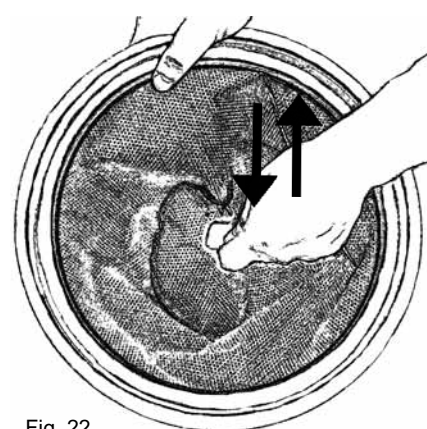

Fig. 22
2. Remplacez le filtre nettoyé/secoué dans le bac. Assurez-vous que le support pour filtre s'emboîte dans le bord intérieur du bac à poussière. Veillez à ce que le filtre soit correctement positionné - la poignée en tissu du filtre doit être visible, fig 22.